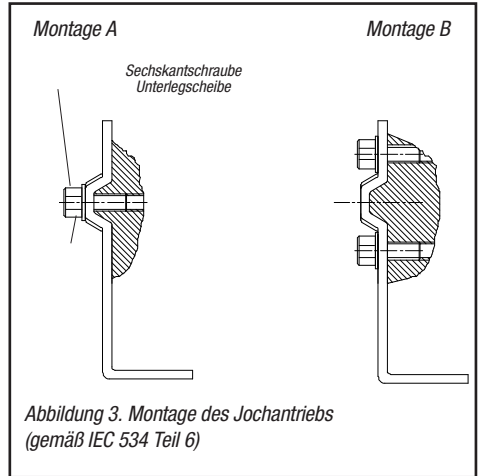

Abbildung 3. Montage des Jochantriebs (gemäß IEC 534 Teil 6)
3. Lösen Sie den Mitnehmerstift und verschieben Sie ihn entlang des Mitnehmerarms, bis die Steuermarkierung auf dem Rückführzahnrad (Abbildung 3) waagrecht ist (auf die Mitte des Rückführpotentiometers zeigt). Befestigen Sie den Mitnehmerstift in dieser Position.